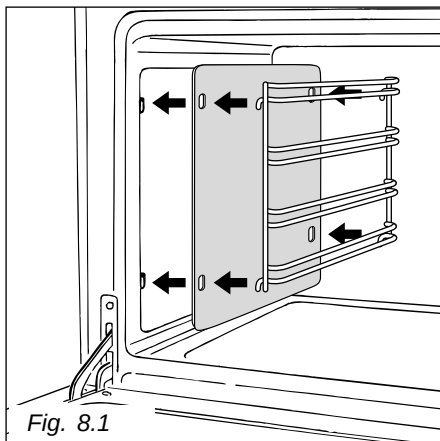

Fig. 8.1
- Accrocher les grilles latérales interposant les panneaux auto-dégraissants (fig. 8.1)